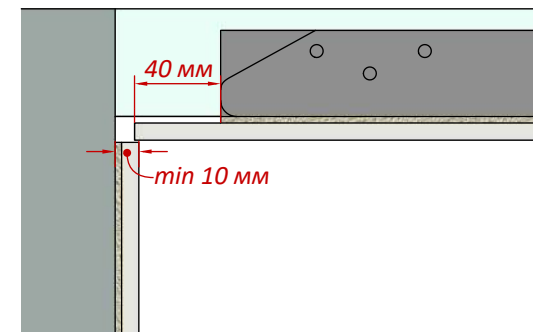

Рис. 7 (вид сверху)
- плитка на створке люка выступающая на 40 мм (Рис.7)
- зазор не менее 10 мм (Рис.7)